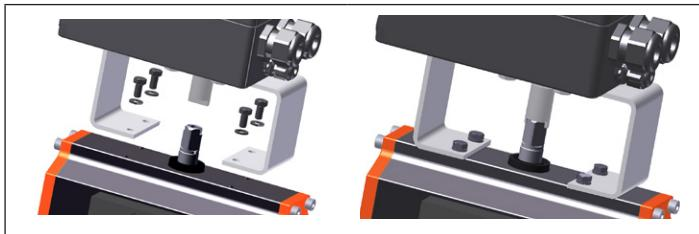

Fig. 8 : Fixation de l'actionneur pivotant
- Mettre en place le positionneur avec le pont auxiliaire sur l'actionneur pivotant et le fixer (voir « Fig. 8 »)